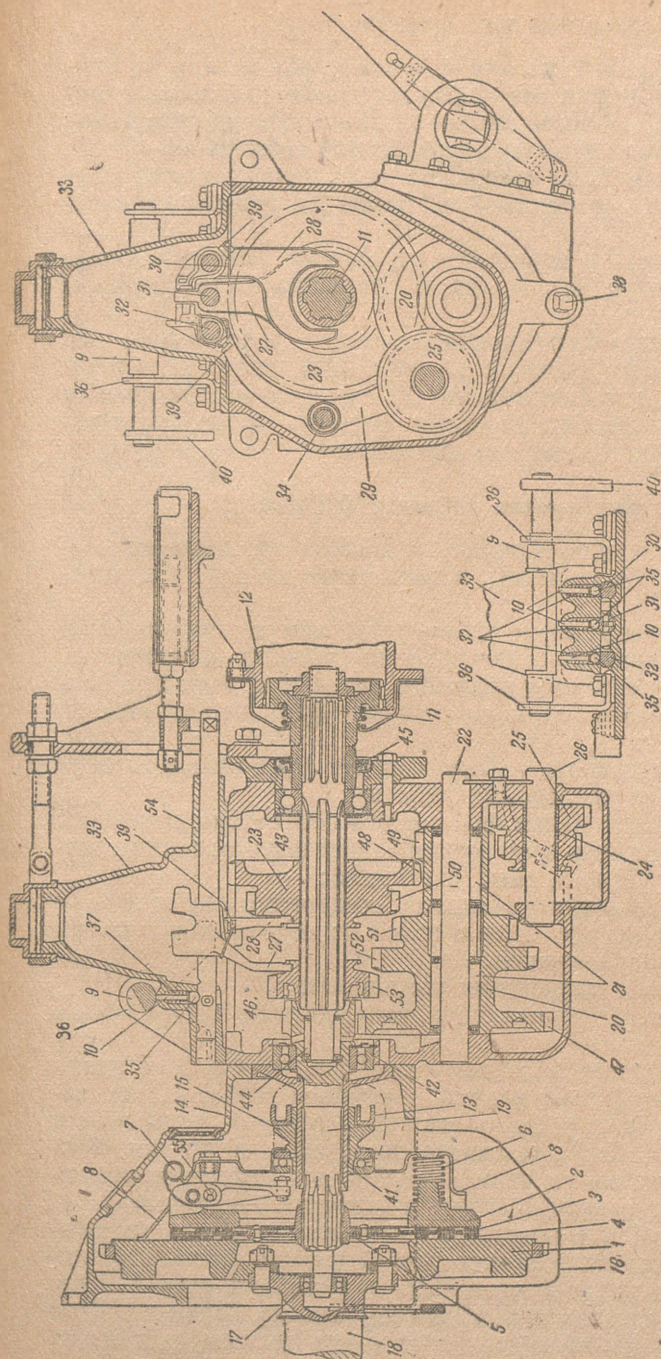
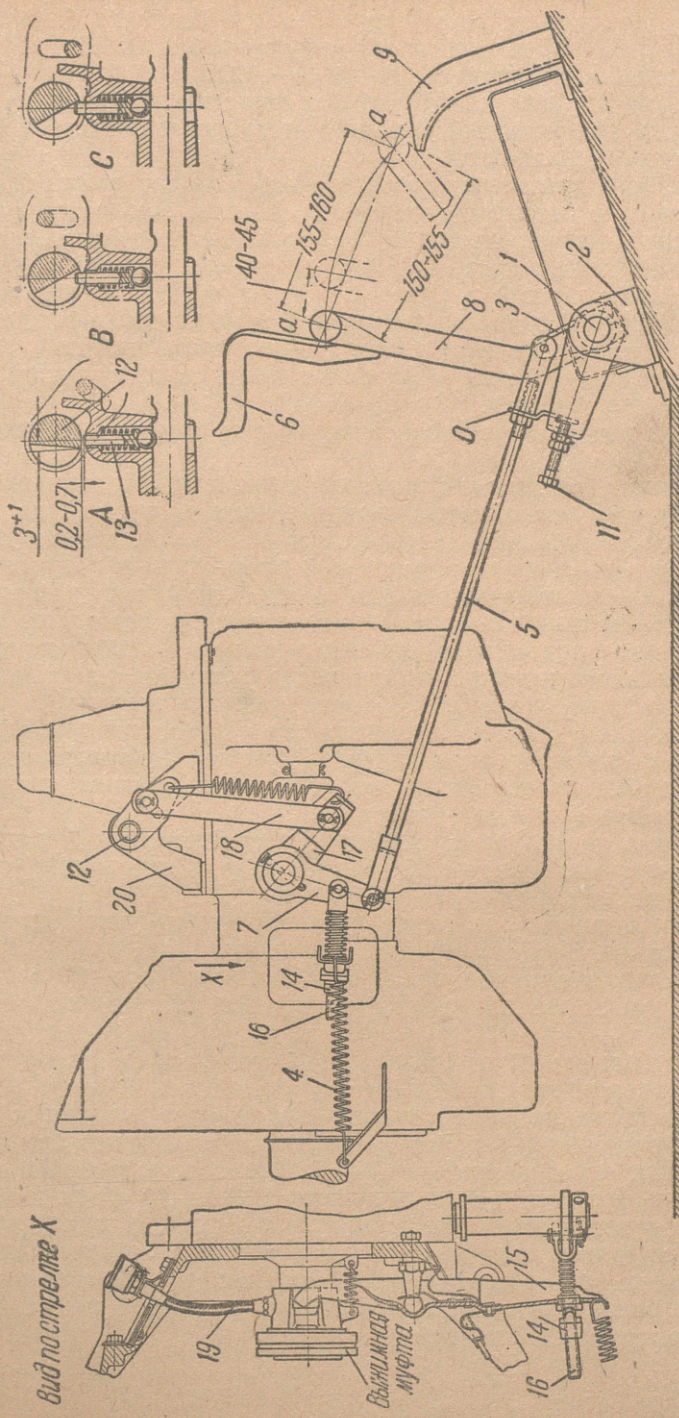

Рис. 101. Главный фрикцион и коробка перемены передач;
Рис. 102. Схема привода педали главного фрикциона:
Главные фрикционы сухие, однодисковые, полувентриального типа с трением стали по асбесто-бакелиту (рис. 101).
Управление главным фрикционом связано с управлением коробки перемены передач рычагом 17 (рис. 102), тягой 18, блокировочным валиком 12 и фиксаторами 13 так, что выключение и включение шестерён коробки перемены передач делается невозможным при включённом главном фрикционе.
б) надёжность крепления клеммового соединения трубы педали главного фрикциона 8 (рис. 102) с валом 1; ослабления и качки в этом соединении не допускать;
1. Проверить вращение вала педали 1 (рис. 102) лёгким нажатием руки на рычаг 3: вал должен вращаться свободно, не задерживаясь на опорах 2 и без заеданий. Проверку производить при снятых тягах 5. После присоединения тяг 5 и сборки всей системы вал при нажиме на педаль должен под действием оттяжной пружины 4 легко возвращаться в исходное положение.
а) при нейтральном положении рычага переключения передач или включении одной из передач (любой) и при отпущенной педали главного фрикциона блокировочные валики 12 обоих двигателей должны перекрывать фиксаторы на 3—4 мм, а между торцами пальцев и цилиндрическими поверхностями блокировочных валиков должен быть зазор в 0,2—0,7 мм (рис. 102, А); если зазора нет, установить его, подложив установочные шайбы под лапки стоек 20 блокировочного валика;
б) при выжатой доотказа педали и переключении передач положение фиксаторов и блокировочных валиков должно соответствовать показанному на рис. 102,В;
в) положение фиксаторов и блокировочных валиков, показанное на рис. 102,С, недопустимо. При таком положении шестерни коробки перемены передач полностью не включены, а педаль главного фрикциона отпущена и фрикцион включён. Во время работы передача самопроизвольно выключится (шестерни «выбросит» из зацепления), и коробка перемены передач поломаётся. Даже если шестерни не «выбросит», поломка коробки перемены передач при таком положении неизбежна. Особенно опасно такое положение для заднего хода.
2. Разъединить вторичный валик коробки перемены передач 11 (рис. 101) с валом главной передачи, для чего разобрать соединительную муфту 12.
3. Снять тягу 5 (рис. 102) и привод ручной заводки двигателя.
5. Вынуть вильчатый рычаг 13 (рис. 101), 15 (рис. 102).
6. Отсоединить коробку перемены передач от верхней части (рис. 101) картера главного фрикциона.
7. Снять нижнюю, штампованную часть 16 картера главного фрикциона (рис. 101).
6. Поставить на своё место гибкий планг маслёрки Штауфера 19 (рис. 102).
7. Поставить на своё место нижнюю часть картера главного фрикциона 16 (рис. 101).
Перемещение блоков шестерён при включении передач осуществляется при помощи вилок 27, 28 и 29 (рис. 101), закреплённых на штоках 30, 31 и 32. Штоки перемещаются в своих направляющих 54 в крышках 33 коробок перемены передач.